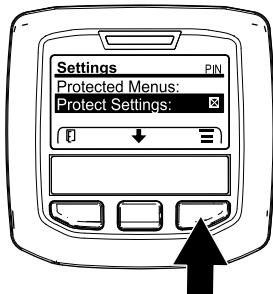

Figure 16
- Dans le MENU PRINCIPAL, appuyez sur le bouton central pour naviguer jusqu'au menu RÉGLAGES, puis appuyez sur le bouton droit (Figure 16).